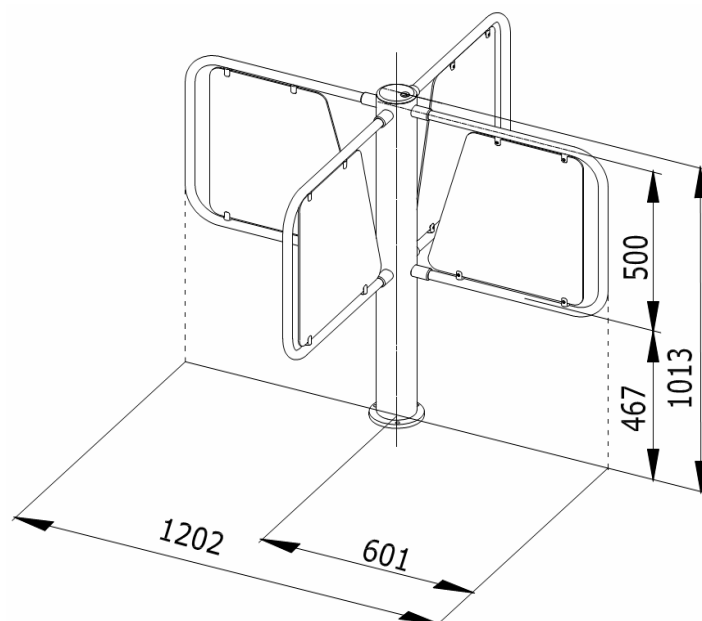
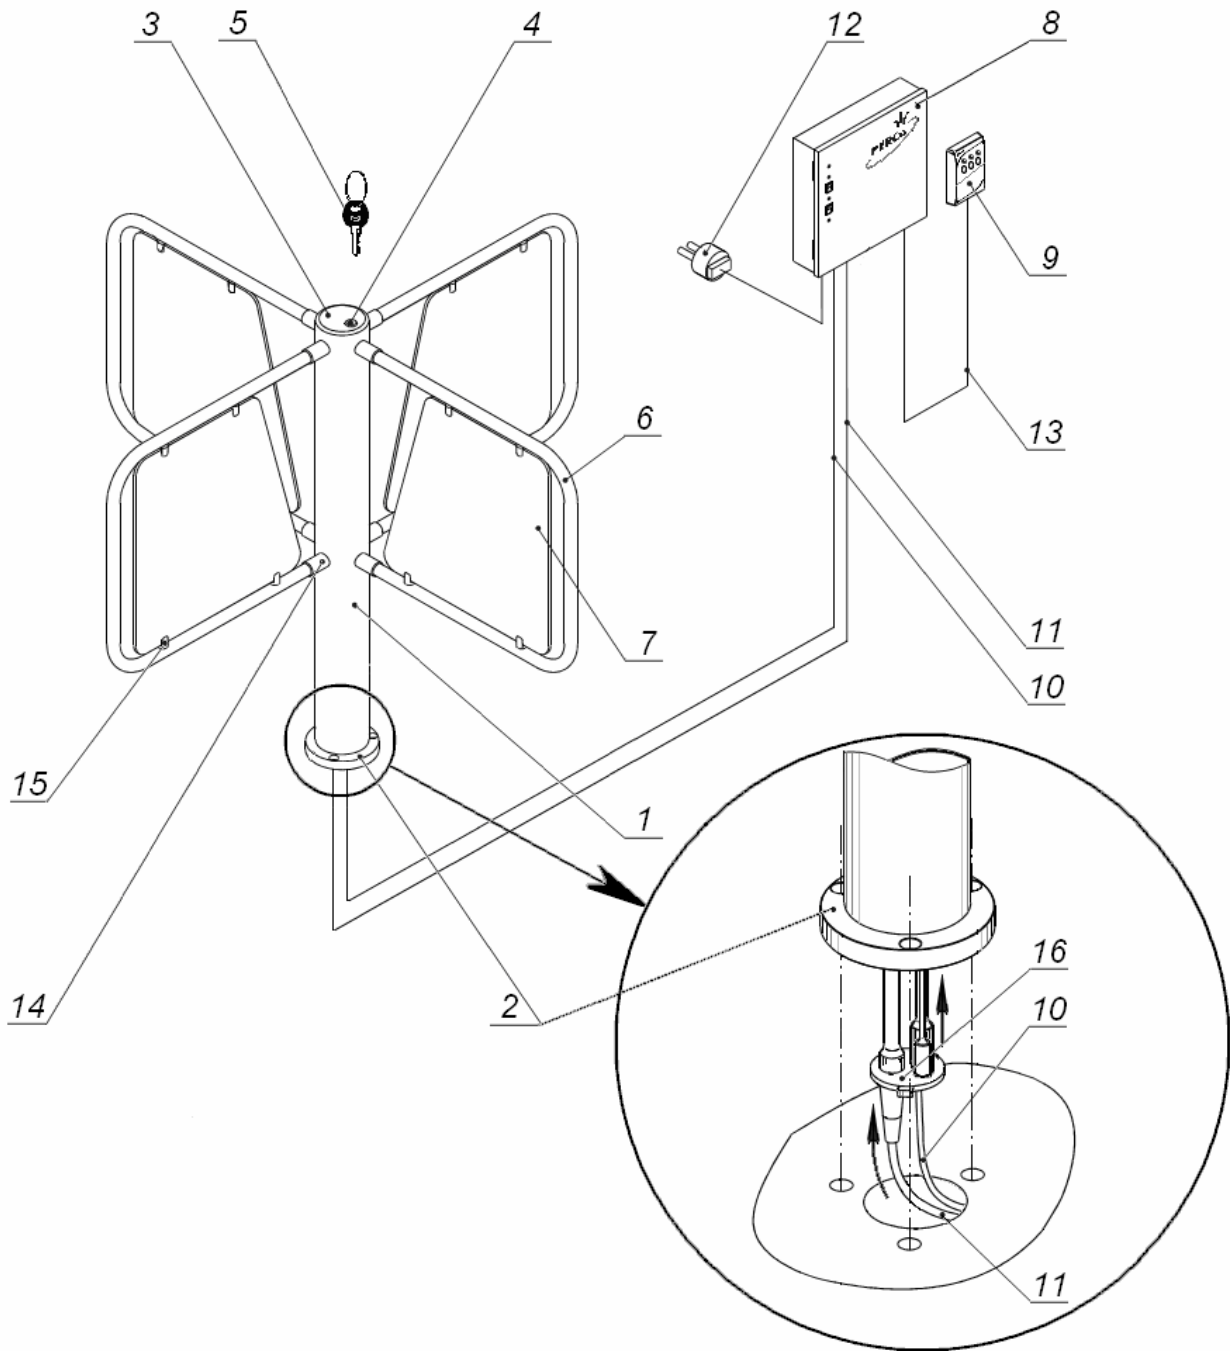

Рисунок 1. Габаритные размеры турникета
Рисунок 2. Общий вид турникета
Общий вид турникета показан на рис. 2. Номера позиций в тексте настоящего Руководства по эксплуатации указаны в соответствии с рис. 2, кроме оговоренных особо. Габаритные размеры турникета приведены на рис. 1.
5.2.3 БУ (8) (см. рис. 2 и 3) предназначен для электропитания узлов турникета и реализации алгоритма управления. Он выполнен в виде отдельного прибора в закрытом металлическом корпусе, обеспечивающем настенное крепление с антисдвигивающей фиксацией. Возможно настольное применение БУ. В корпусе БУ находятся: силовой трансформатор, модуль ИП, модуль процессорный, два аккумулятора внутреннего РИП.